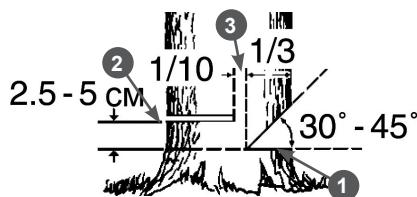

Рис. 10. Расположение запила, пропила и недопила
2. Начните пилить с той стороны дерева, куда оно должно упасть (Рис. 10). Сделайте запил 1 с той стороны, куда должно упасть дерево, глубиной примерно $1/3$ диаметра ствола и под углом от 30° до 45° градусов (Рис. 10). В начале пиления первым должен коснуться дерева зубчатый упор. Затем, используя зубчатый упор в качестве точки вращения, вращением электропилы погружайте шину с движущейся цепью в древесину. При спиливании крупных деревьев перестановку упора делают несколько раз.
3. Сделайте основной валочный пропил 2 с противоположной стороны, выше основания запила на 2,5-5 см. Между основным пропилом и запилом должен оставаться недопил 3 равный примерно $1/10$ диаметра ствола. Вставьте своевременно клин в пропил. Недопил 3 действует как шарнир и позволяет контролировать падение дерева (Рис. 10).
Ни в коем случае не допиливать до конца недопил 3 (Рис. 10), так как при этом невозможно контролировать направление падения дерева.